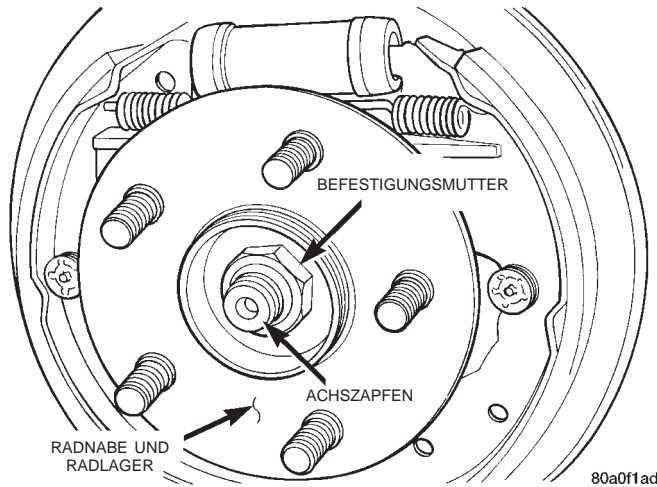

Abb. 80 Befestigungsmutter für Radnabe und Radlager
(6) Die Mutter zur Befestigung von Radnabe und Radlager am Achszapfen lösen (Abb. 80).
(7) Radnabe und Radlager von Hand unverkantet vom Achsschenkel abziehen.
(1) Radnabe und Radlager am Achsschenkel ansetzen. Eine **NEUE** Befestigungsmutter aufschrauben (Abb. 80) und mit einem Anzugsmoment von 250 N·m (185 ft. lbs.) festziehen.